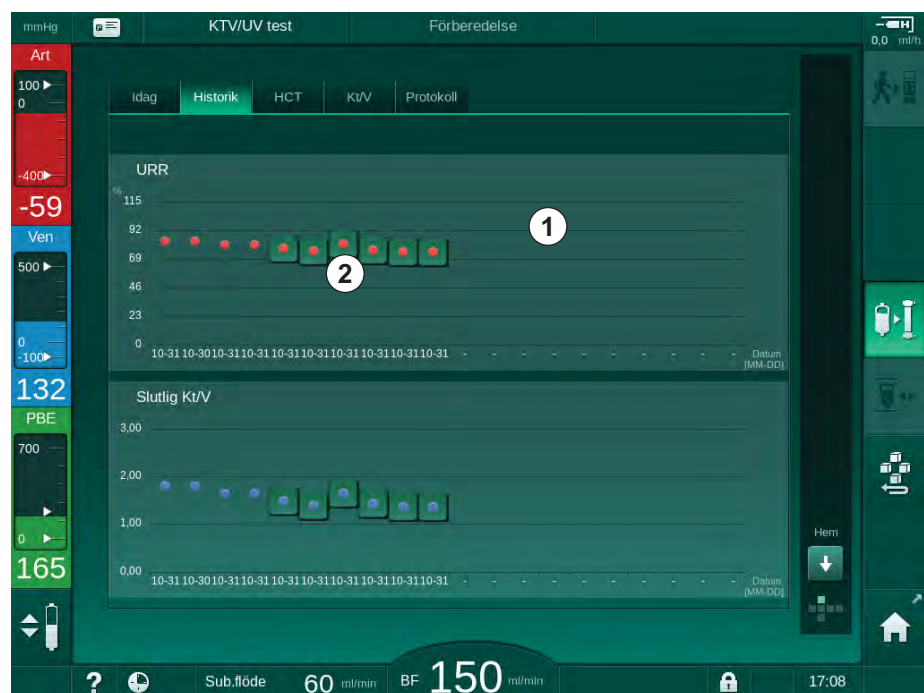

Bild 11-11 Parameterhistorik på skärmen *Info*
Mer detaljerad information finns för de 6 senast slutförda behandlingarna. Efter att man har tryckt på motsvarande märke för parametern (Bild 11-11 , ②) för ett visst datum, visas en trend för denna parameter för just denna behandling (Bild 11-12). Upplösningen är 5 minuter. Stäng trendvyn genom att trycka på *TILLBAKA* ①.